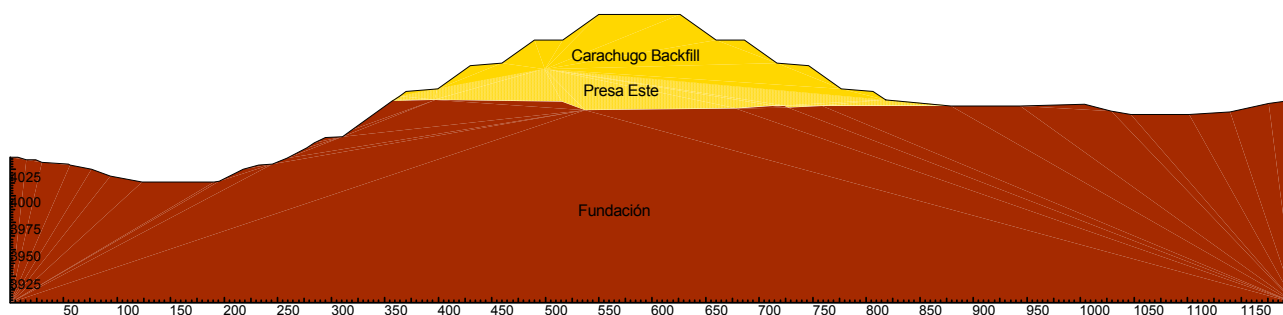

Figura 5: Análisis de Estabilidad - Sección C-C'
- Sección C-C': Se analizó el talud del Presa Pampa Larga Sector Este y el Depósito de Desmonte Carachugo Etapa 3 apoyado sobre otro talud de la fundación. La **Figura 5** muestra la Sección C-C'.